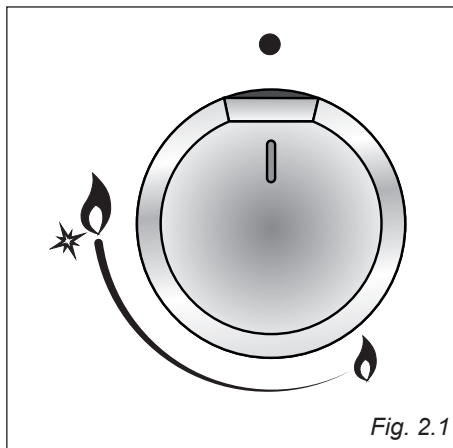
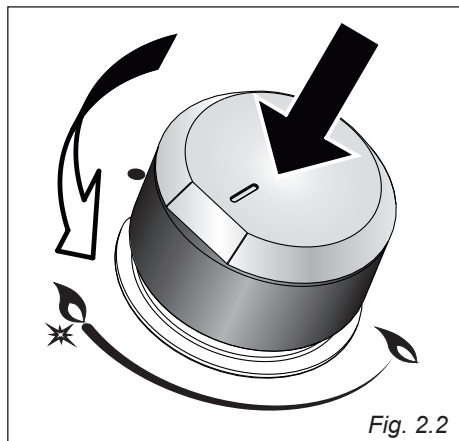

Fig. 2.1
Fig. 2.2
L'afflusso del gas ai bruciatori è regolato da un rubinetto valvolato comandato dalla manopola di fig. 2.1.
1. Premere e ruotare la manopola corrispondente (fig. 2.2) fino alla posizione di portata massima “” (fiamma grande - fig. 2.1) e mantenere premuta la manopola fino ad accensione avvenuta.